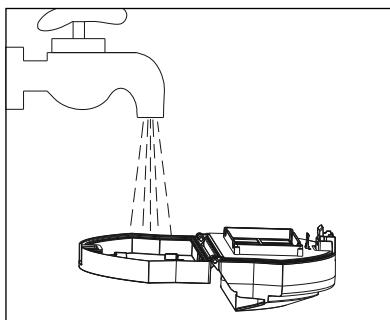

Fig. 12
- 6) Nettoyez le bac à poussière 16 et le filtre-tamis avec de l'eau chaude ou tiède (voir fig. 12). Laissez le bac à poussière 16 et le filtre-tamis sécher entièrement à l'air avant d'insérer à nouveau le bac à poussière 16 dans l'appareil.